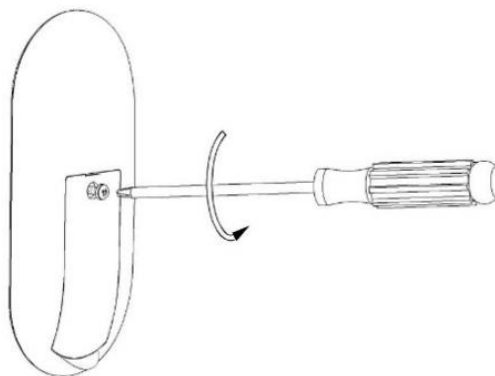

Abb. 5b
2. Um eine neue Batterie einzusetzen, lösen Sie die Schraube der Batteriefachabdeckung (Abb. 5b).